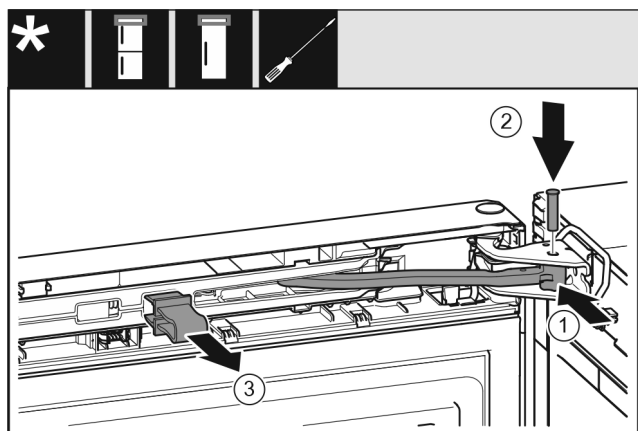

Fig. 34
- ▶ Ktheni menteshën Fig. 34 (1) në bazamentin mbështetës.
- ▶ Vendosni bulonin Fig. 34 (2) në bazamentin mbështetës dhe në menteshë. Këtu bëni kujdes që gunga ndaluese të futet saktësisht në kanal.
► Hiqni siguresën Fig. 34 (3).